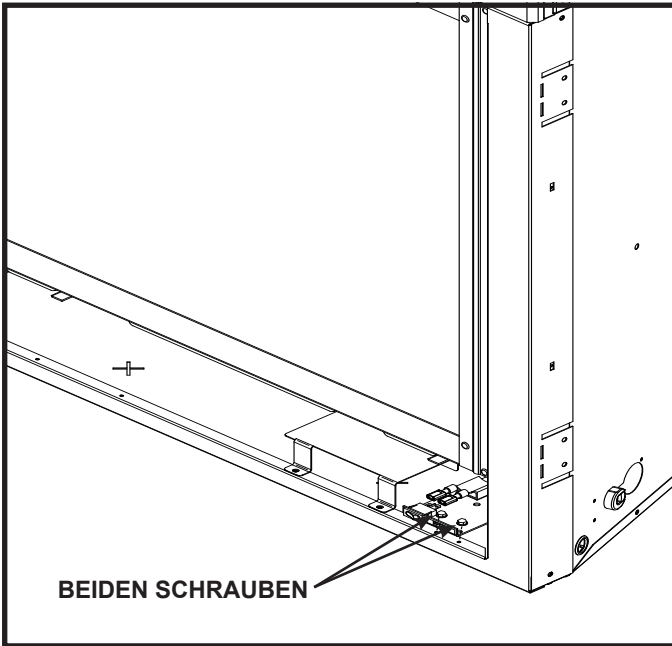

Abbildung 14.10
1. Lösen Sie die beiden Schrauben, mit denen die Schalterbaugruppe am Kamin befestigt ist. Siehe Abbildung 14.10.